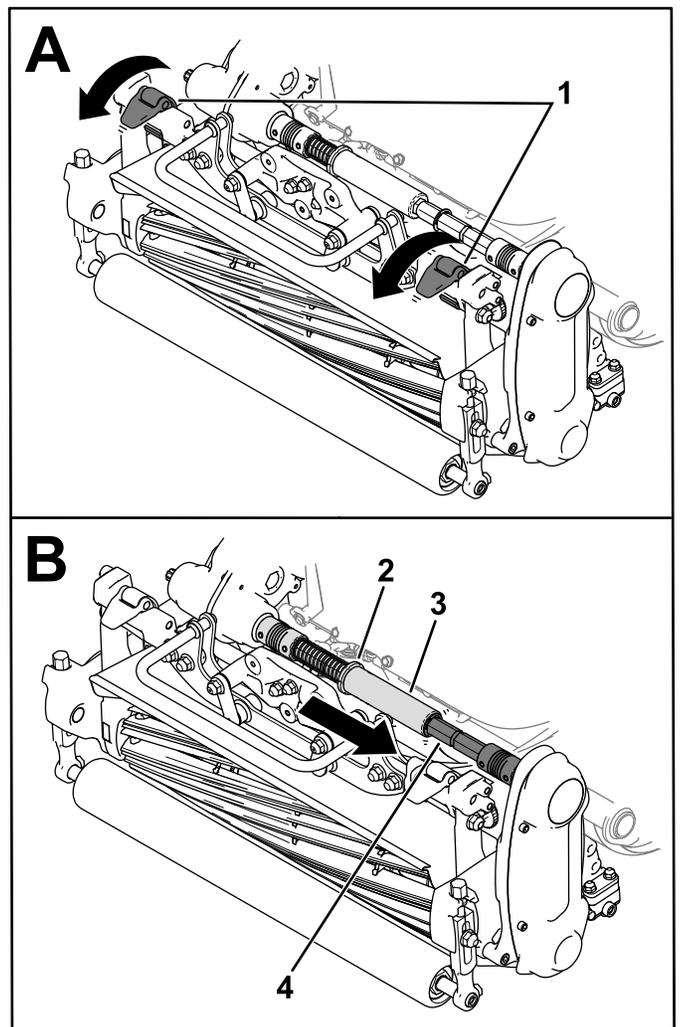

図 39
3. サスペンションラッチを下げてもカッティングユニットをマシンに固定する 図 39。
4. トランスミッションカップラのシャフトの溝からカラーを抜き出し、六角チューブをカッティングユニットのカップラのシャフトに入れる 図 39。